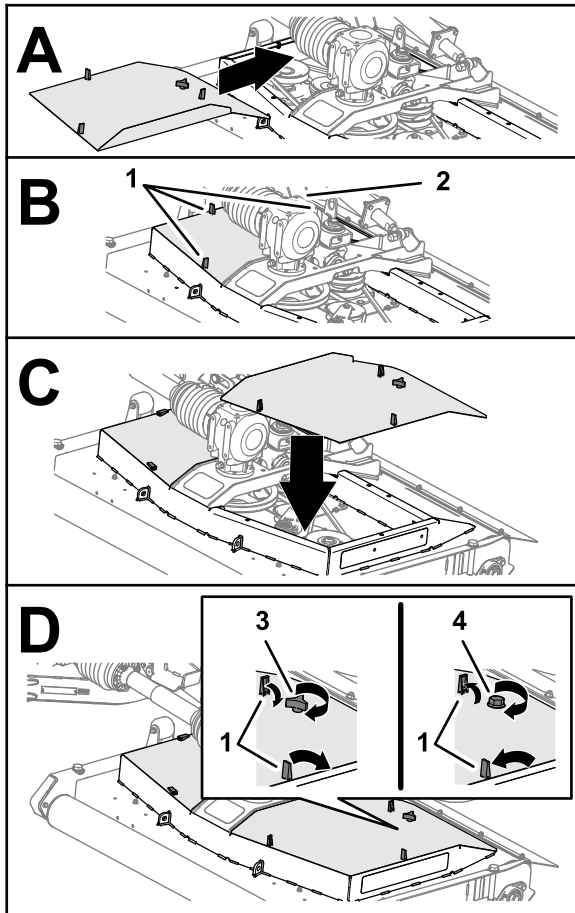

Bild 47
1. Richten Sie die Verriegelungen der Mähwerksabdeckung an den Löchern im Mähwerk aus (Bild 47).
2. Befestigen Sie die Mähwerkabdeckung am Mähwerk (Bild 47).
3. Befestigen Sie die Abdeckung (Bild 47) wie folgt:
4. Schließen Sie die drei Verriegelungen der Abdeckung am Mähwerk (Bild 47).
5. Wiederholen Sie die Schritte 1 bis 4 für die anderen Abdeckungen, die Sie zuvor entfernt haben (Bild 47).